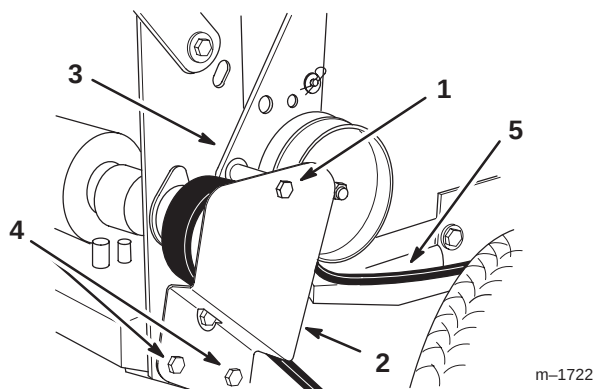

Bild 56
2. Entfernen Sie die obere Kopfschraube, mit der der Spannscheibenträger und die Spannscheibenhalterung am hinteren Chassis befestigt sind (Bild 56).
3. Lockern Sie die beiden unteren Befestigungsschrauben so weit, dass der Riemen zwischen der Antriebscheibe und dem Spannscheibenträger durchgeht (Bild 56).
6. Setzen Sie die obere Kopfschraube ein, mit der der Spannscheibenträger und die Spannscheibenhalterung am hinteren Chassis befestigt sind (Bild 56).
7. Ziehen Sie die beiden unteren Befestigungsschrauben so weit an, dass der Riemen zwischen der Antriebscheibe und dem Spannscheibenträger durchgeht (Bild 56).